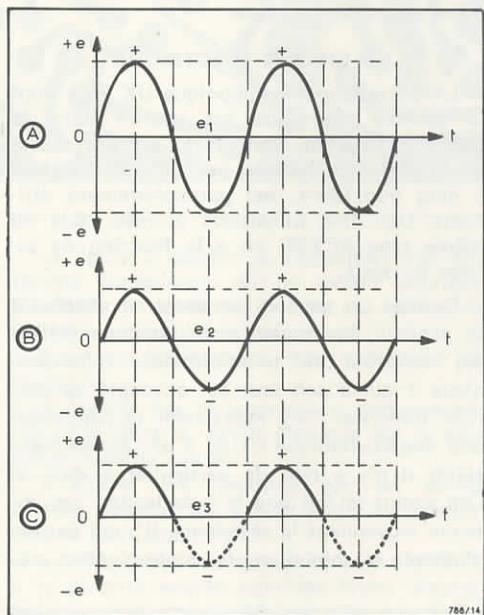

Fig. 14
Dans le sens de mauvaise conduction (A négative par rapport à K) la résistance de la diode est nommée résistance inverse et sa valeur est très grande par exemple 1 M Ω . Lorsqu'il y a l'alternance positive du signal alternatif de tension e_1 , tout se passe comme si la résistance R_d était en plus. La tension aux bornes de R_o à la forme indiquée en trait continu en (C) figure 14. Lors des alternances négatives, comme la résistance inverse de la diode est très grande par rapport à R_o , la tension aux bornes de R_o sera très faible, pratiquement négligeable.